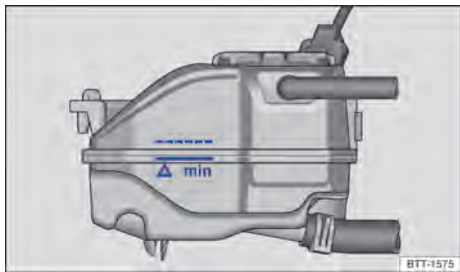

Fig. 153 No compartimento do motor: marcação no reservatório de expansão do líquido de arrefecimento do motor.
- Com o motor frio, verificar o nível do líquido de arrefecimento do motor pela marcação lateral do reservatório → Fig. 153.
- O nível do líquido de arrefecimento do motor deve permanecer dentro da marcação do reservatório → Fig. 153. **Não reabastecer até acima do canto superior da faixa marcada** → ⚠!
- Completar com líquido de arrefecimento do motor somente até a borda superior da faixa marcada → Fig. 153. Caso contrário, ao aquecer-se, o líquido excedente será expulso do sistema de arrefecimento do motor e poderá causar danos.